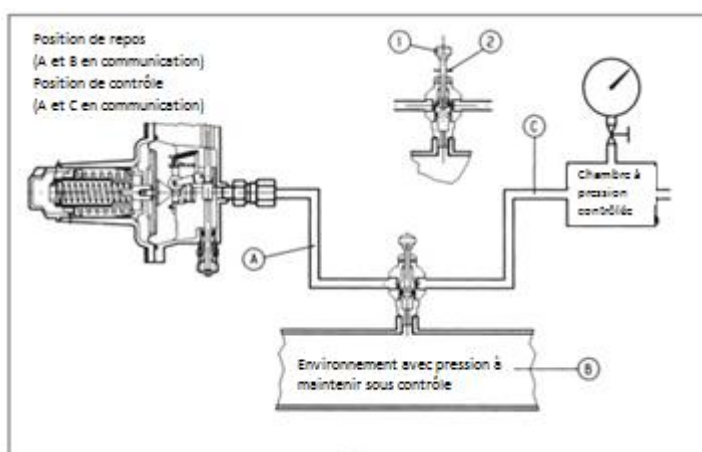

Figure 19: Schéma de connexion "push"
A) Pour les dispositifs de bloc connectés à la tuyauterie en aval à travers de la vanne de déviation à trois voies "push" 11 procédez comme suit (fig. 19):